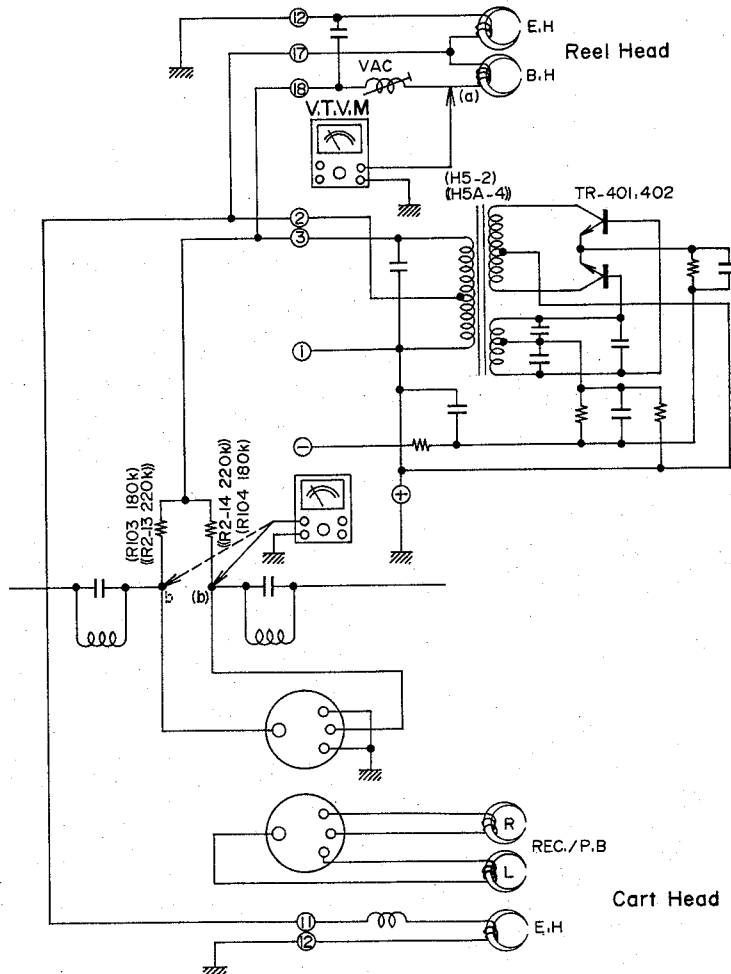

Fig. 2
- a) Reel (See Fig. 2)
- b) Cartridge (See Fig. 2)